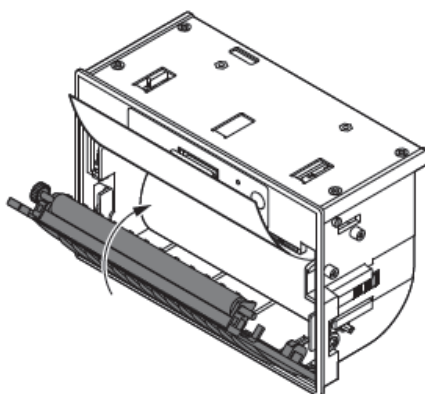

Рисунок 30
2.5.4 Подтяните бумагу, чтобы участок бумаги вышел из лотка принтера (рисунок 30).